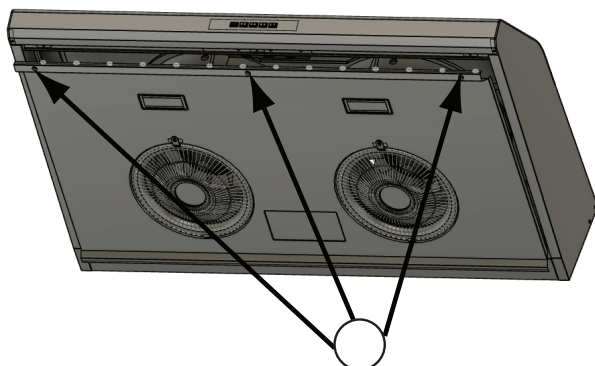

FIG. D3
1. Retirez le panneau inférieur à l'aide de 3 vis (FIG. D3) et déconnectez les connecteurs de douille d'éclairage.